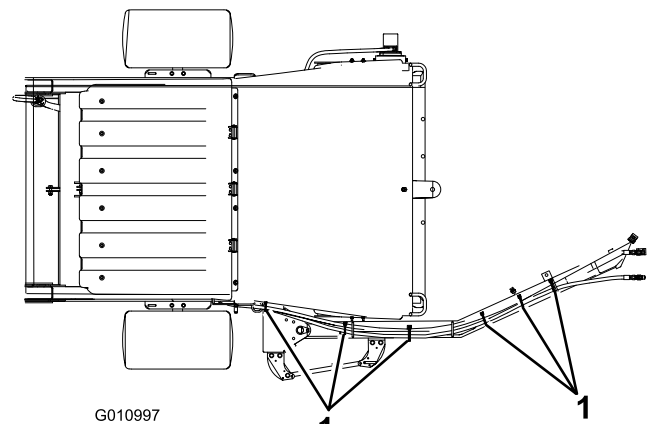
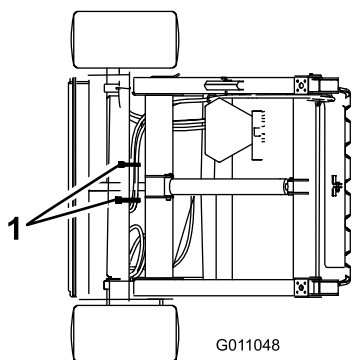

Bild 11
Bild 12
- Befestigen Sie die Hydraulikschläuche und den Kabelbaum wie in Bild 11 und Bild 12 abgebildet.